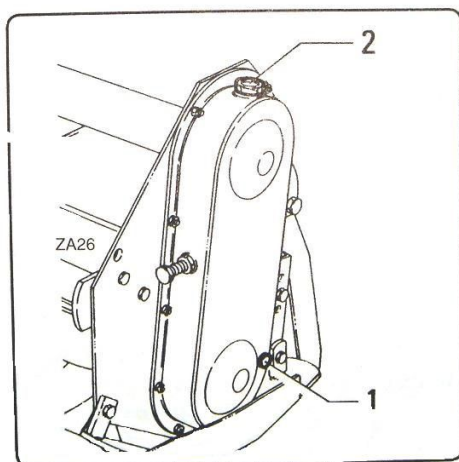

fig. 7.4.5
- Vérifiez le niveau d'huile dans le carter de transmission latéral. Retirer le bouchon de niveau « 1 » fig.7.4.5 et vérifier que l'huile atteint le bord inférieur du logement du bouchon.